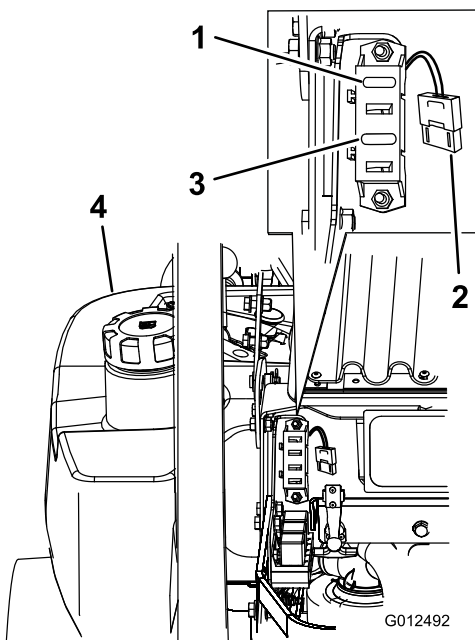

Figura 60
1. Desenganche el capó del motor y levántelo para tener acceso al portafusibles (Figura 60).
3. Instale un fusible nuevo (Figura 60).